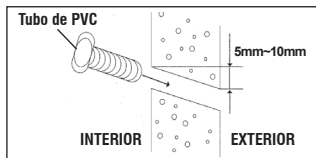

FIG. 14
- Corte e coloque o tubo de PVC de 75 mm de diâmetro de acordo com a espessura da parede e passe a tubulação através dela. (Fig. 14).